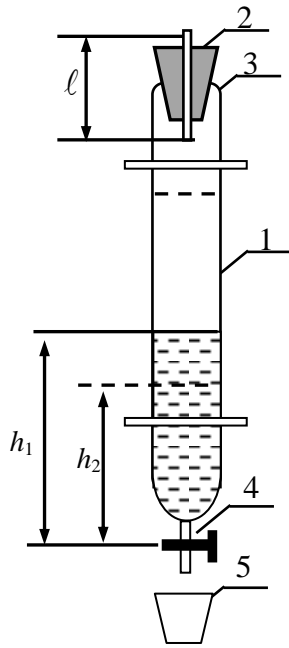

Рис. 9.1
Установка для определения средней длины свободного пробега молекул воздуха представлена на рис. 9.1. Сосуд 1 заполняется водой, таким образом, чтобы капилляр 3 не касался поверхности воды. Сверху сосуд плотно закрывается пробкой 2, сквозь которую пропущен капилляр 3. Снизу сосуд снабжен краном 4. Под краном ставится мерный стакан (5) для сбора воды. При закрытом кране давление воздуха над жидкостью равно атмосферному. Если открыть кран, то жидкость сначала начнет вытекать непрерывной струей, а затем каплями. В то же время через капилляр в сосуд начнет всасываться воздух.